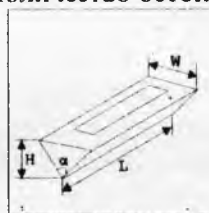

Рис.8.
2. Емкость отстойника для жидких отходов (Рис.8) должна составлять 40000л. Изготавливается отстойник из железобетона толщиной 10см. Определить геометрические параметры отстойника, при которых на его изготовление пойдет минимальное количество бетона.